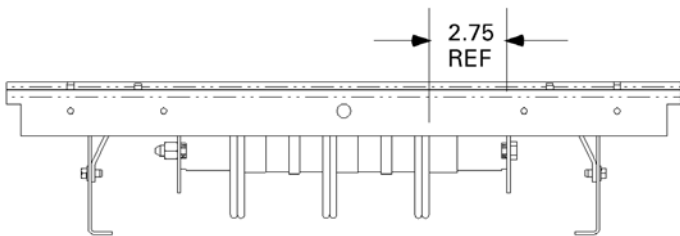

Figure 2. Illustration de la distance de référence de 2.75 pouces.
2. Repérer le côté de l'intérieur qui a une distance de référence de 2.75 pouces. Les barrettes de disjoncteur sont montées sur le côté de la barre omnibus intérieure du panneau pour lequel la distance entre la face de barre omnibus verticale à la face intérieure du rail de support de la barre omnibus est de 2.75 pouces, comme indiqué à la Figure 2.
Lorsque la connexion de câble de disjoncteur est sur le même côté que la dimension de référence de 2.75 pouces de l'intérieur, comme illustré à la Figure 2, il faut alors utiliser seulement trois items [4] et [17] chacun (pour le kit AMCB3GM) ou deux items [4] et [17] chacun (pour le kit AMCB2GM), sans espaceurs [8,9]. Lorsque les connexions de câble sont sur le côté opposé, il faut alors utiliser six items chacun (pour le kit AMCB3GM) ou quatre chacun (pour le kit AMCB2GM) des items [4] et [17], avec les espaceurs [8,9].